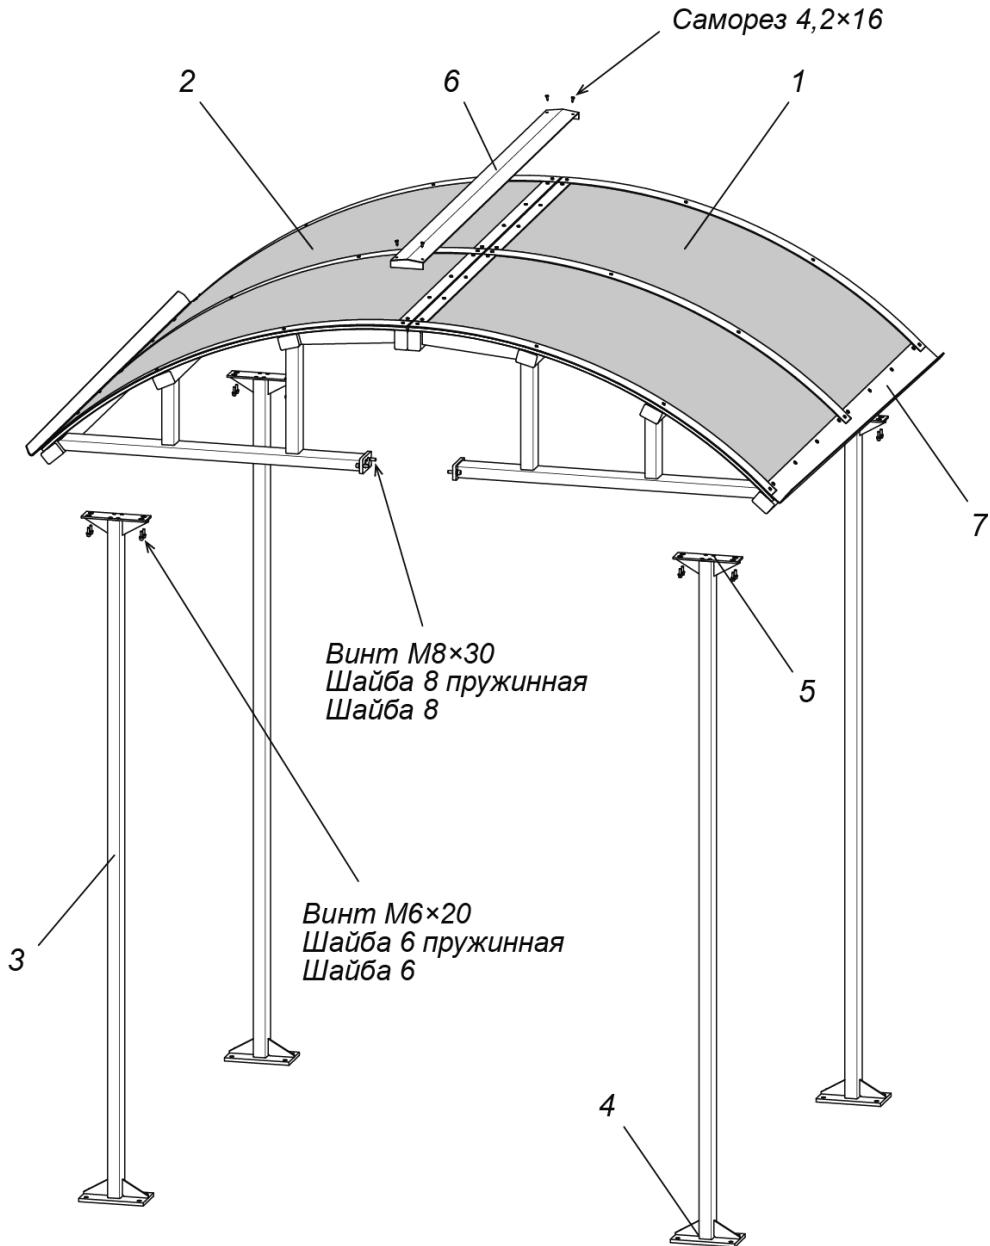

Рисунок 2. Устройство крыши:
Каждый полукаркас крыши закрепляется: на двух стойках винтами M6×20 и на боковой стенке балки привода турникета винтами M8×30 (см. рис. 2).
Сток воды с крыши обеспечивается имеющимся на каждом полукаркасе специальным наклонным желобом – сливом (7) (см. рис. 2 и 6).